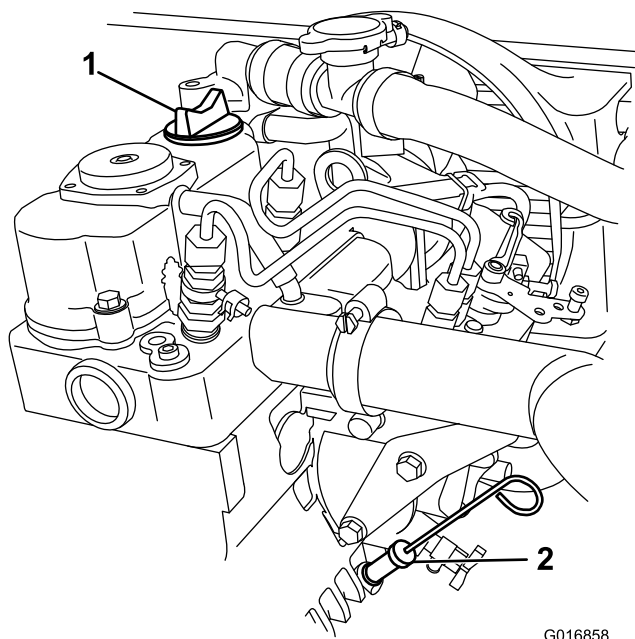

Figure 37
8. Nettoyez la surface autour de la jauge d'huile et du bouchon de remplissage, puis sortez la jauge d'huile (Figure 37).